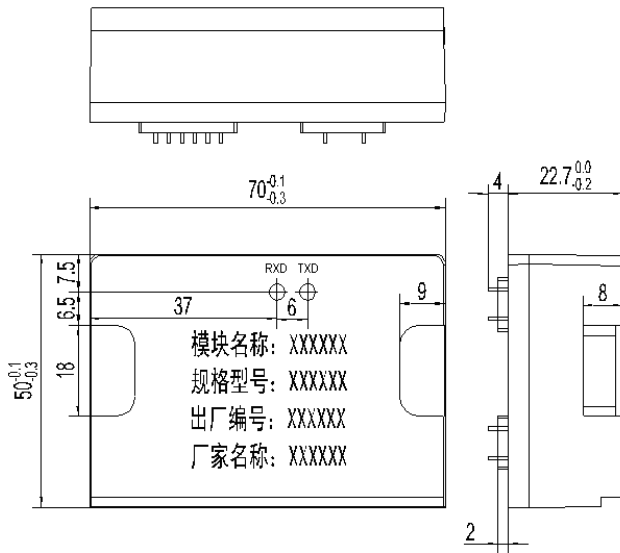
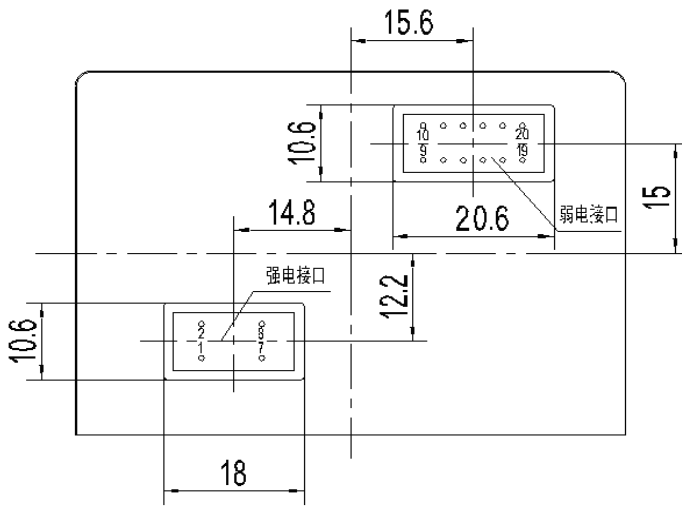

图 4-1：通信模块正视、侧视示意图
图 4-2：通信模块底视示意图
70.5mm（高）×51mm（长）×26.5mm（宽）。说明：图 4-1、4-2 中 2×13 双排插针的管脚位号是针对通信模块的插座位置定义的。产品防护等级为 IP51，防尘防水。强电和弱电的整体位置如图 4-2 所示，强电在左下脚，弱电在右上角；其中，载波模块与电能表的连接必须增加过压、过流和静电等保护电路。